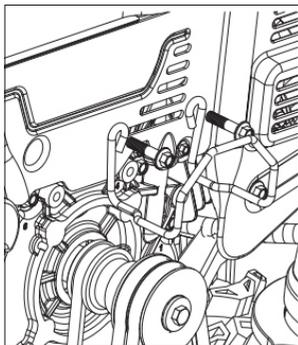

Рис. 30
- Выкрутите болты крепления ограничителя ремня (рис. 30).